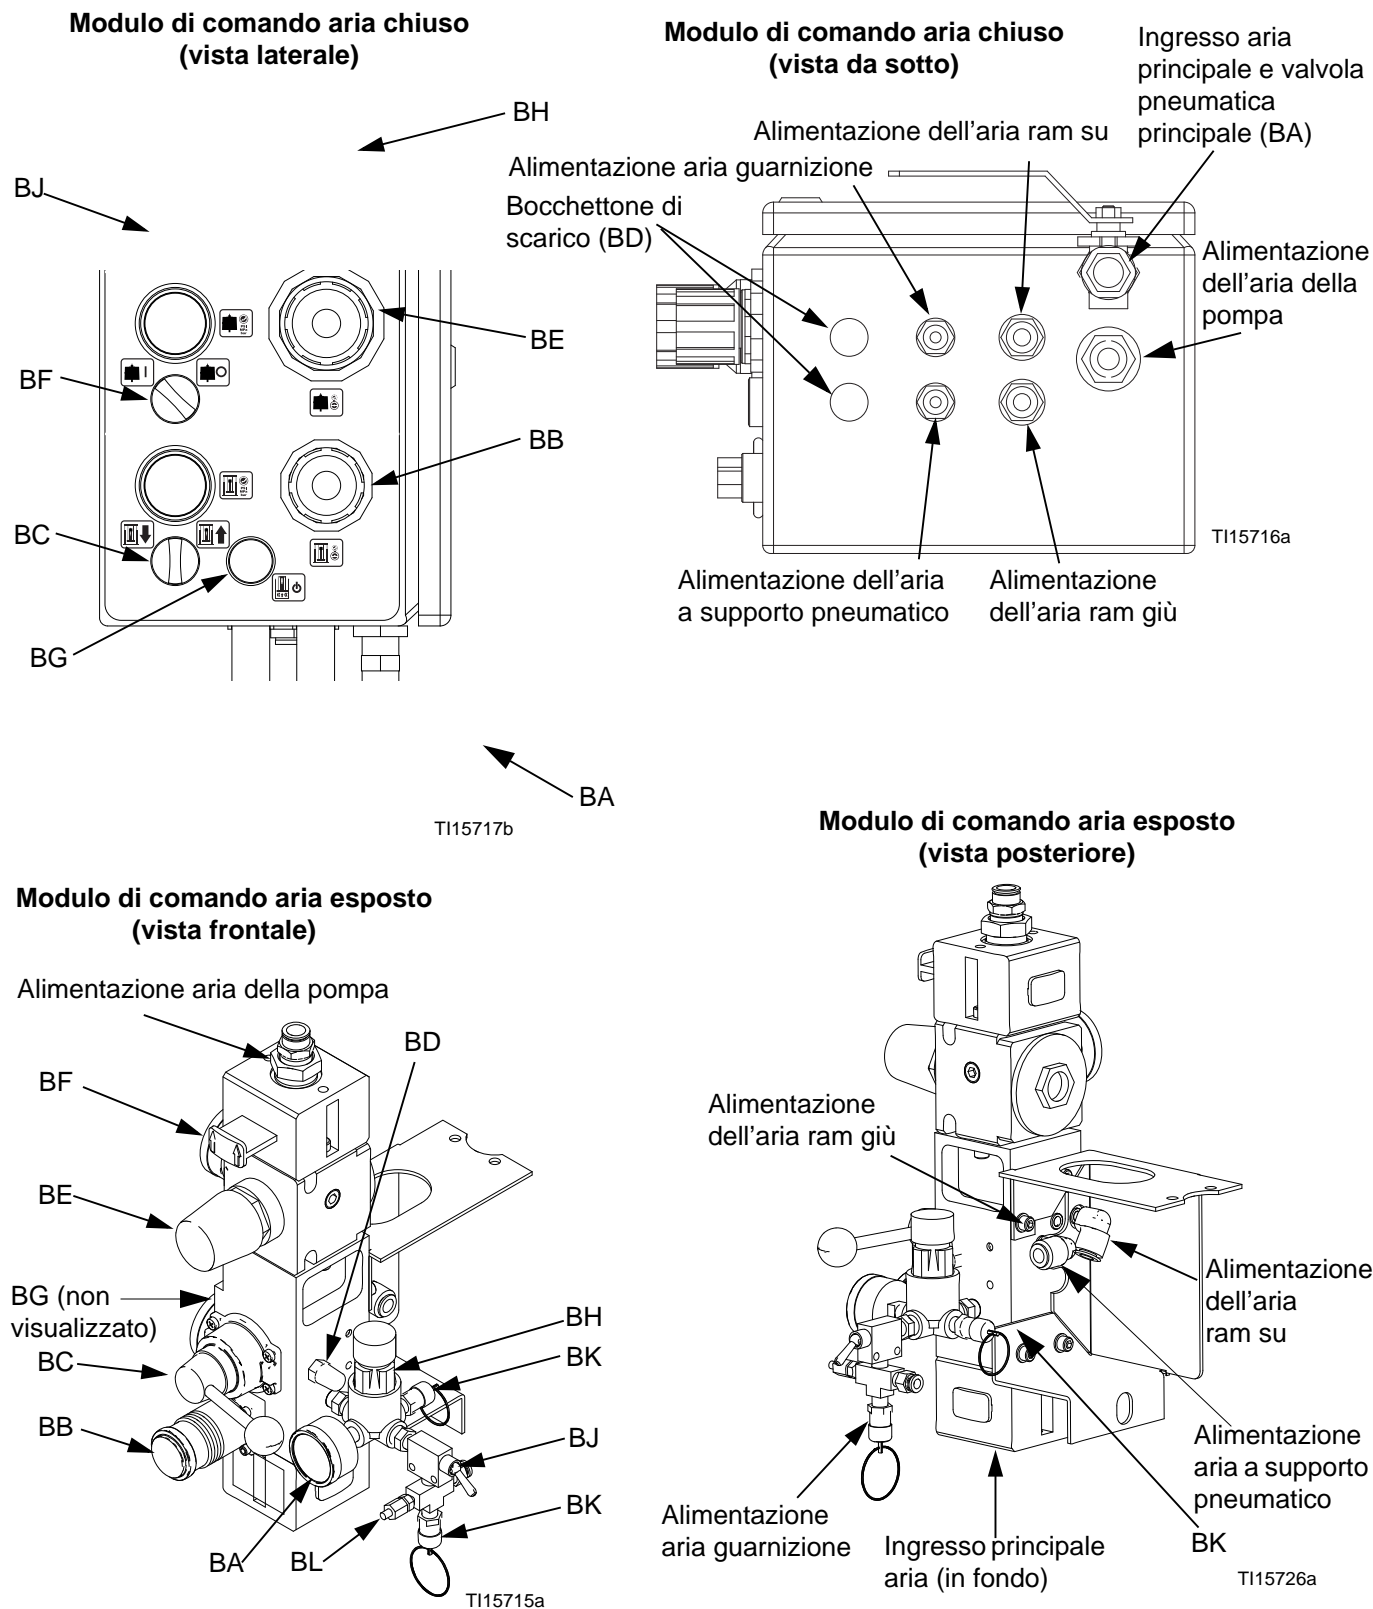
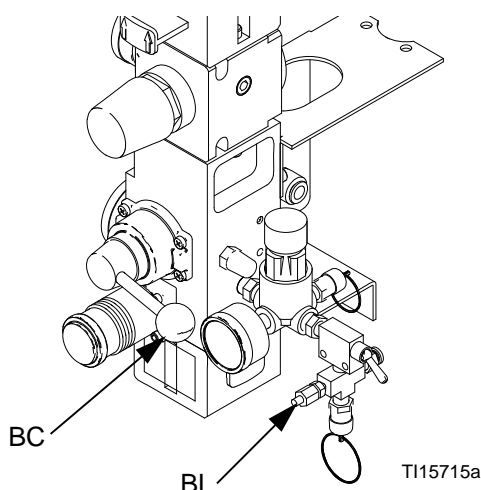

FIG. 3. Moduli comando aria
FIG. 4. Valvola di spurgo della guarnizione e silenziatore con valvola
- H Comandi aria chiusi (vedere FIG. 3; comandi aria esposti disponibili).
Vedere la FIG. 3. Le dimensioni dell'ingresso aria sono 1/2 npt(f) sui comandi dell'aria chiusi e 3/4 npt(f) sui comandi dell'aria esposti. I comandi dell'aria integrati comprendono:
- **Valvola pneumatica principale (BA):** apre e chiude l'aria al sistema. Quando è chiusa, la valvola riduce la pressione a valle.
- **Regolatore aria del ram (BB):** controlla la pressione del ram su e giù.
- **Valvola/interruttore direzionale del ram (BC):** controlla la direzione del ram.
- **Bocchettone di scarico con silenziatore (BD)**
- **Regolatore motore pneumatico (BE):** controlla la pressione dell'aria al motore.
- **Valvola a scorrimento/interruttore del motore pneumatico (BF):** apre e chiude l'aria al motore pneumatico. Quando è chiusa, la valvola libera l'aria contenuta tra essa e il motore pneumatico.
- **Valvola a supporto pneumatico (BG):** immette e toglie l'aria, per espellere la piastra del ram di un fusto vuoto. Utilizza l'aria della linea.
- **Regolatore dell'aria con guarnizione gonfiabile (BH):** controlla la pressione dell'aria della guarnizione gonfiabile.
- **Interruttore della guarnizione gonfiabile (BJ):** controlla il gonfiaggio e lo sgonfiaggio della guarnizione della piastra del ram.
- **Valvola di sfiato aria (BK):** scarica automaticamente la pressione eccessiva.
- **Valvola di spurgo della guarnizione (BL):** scarica l'aria dalla guarnizione gonfiabile secondo necessità per la rastremazione del fusto. Per moduli di comando aria esposti, vedere FIG. 3. Per moduli di comando aria chiusi, la valvola è situata all'interno della scatola. Vedere FIG. 4, pagina 16.
- **Silenziatore con valvola ad ago (BN):** consente la regolazione della velocità della corsa quando si abbassa la piastra del ram. Situato all'interno della scatola sul modulo di comando aria chiuso. Non necessario con il modulo di comando aria esposto la velocità del ram può essere regolata con la valvola direzionale.
1. **Comandi pneumatici chiusi:** vedere FIG. 3 Ruotare l'interruttore del motore pneumatico (BF) su off.
Comandi pneumatici esposti: vedere FIG. 3 Chiudere la valvola a scorrimento del motore pneumatico (BF).
2. Ritrarre il regolatore dell'aria direzionale del ram a zero. Impostare l'interruttore/valvola direzionale del ram (BC) verso il basso (DOWN). Il ram scenderà lentamente.
4. Ruotare l'interruttore della guarnizione gonfiabile (BJ) su off.
6. Chiudere la valvola pneumatica principale (BA).
NOTA: Comandi chiusi: per aumentare o diminuire la velocità della corsa verso il basso sulla piastra del ram, regolare la valvola sul silenziatore (BN) all'interno della scatola dei comandi. Vedere FIG. 4 a pagina 16.
Vedere FIG. 3, pagina 12.